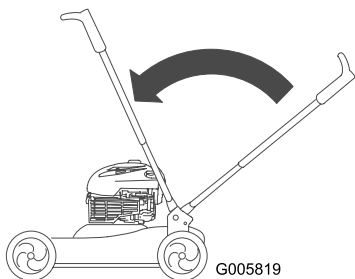

Figura 28
3. Eleve el manillar a la posición vertical (Figura 28).